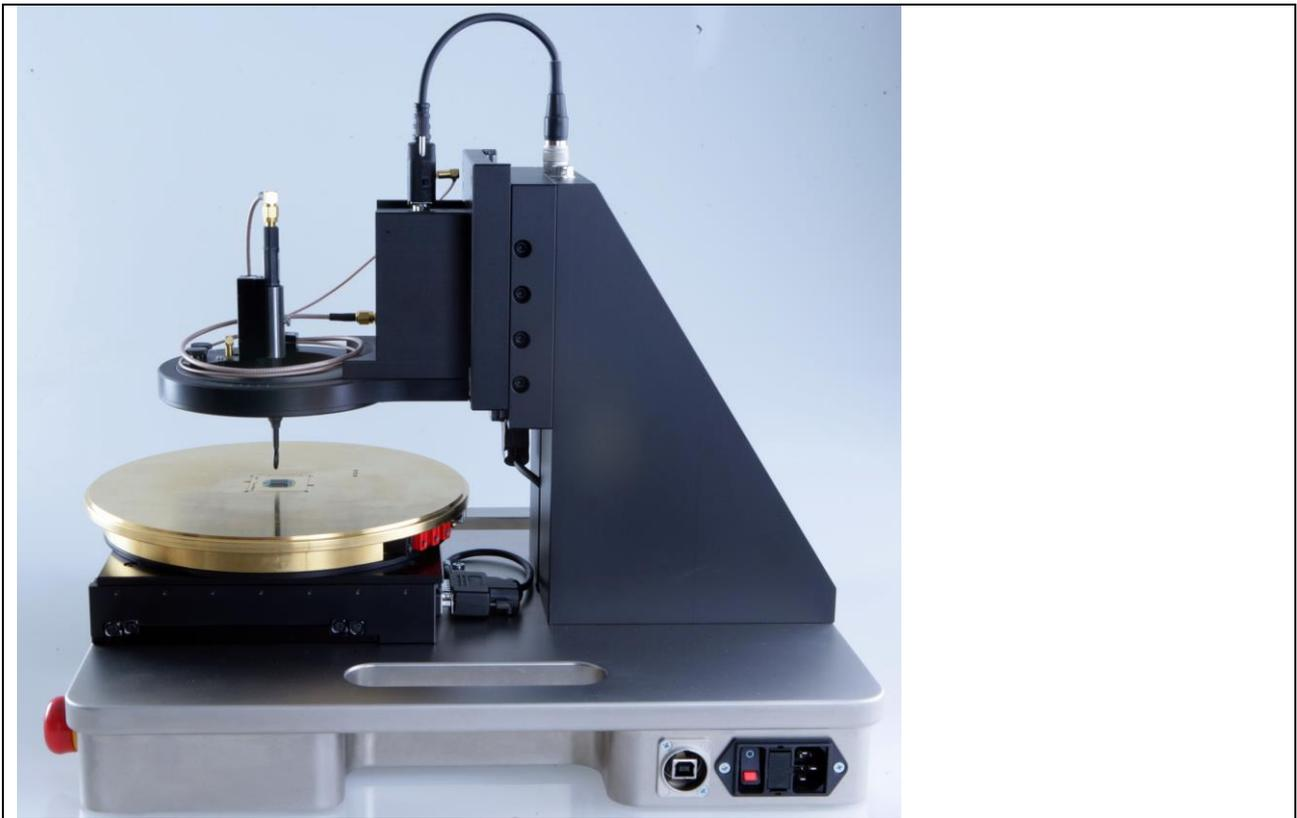

Bild 2 Anwendung der EFT/Burst Feldquelle **BS 06DB-s** in Verbindung mit den Komponenten des IC-Testsystems IC-Scanner **ICS 105** und der IC-Testumgebung **ICE1**.
1. Verwendung in Verbindung mit dem IC-Scanner **ICS 105** und der IC-Testumgebung **ICE1** als entwicklungsbegleitender Messplatz für IC-Tests. (**Bild 2** u. **Bild 3**).
Um diese Nachteile zu vermeiden, kann die Feldquelle von einem Positioniersystem automatisch geführt werden. Mit dem IC-Scanner **ICS 105** (Bild 2) kann die Feldquelle automatisch geführt werden.